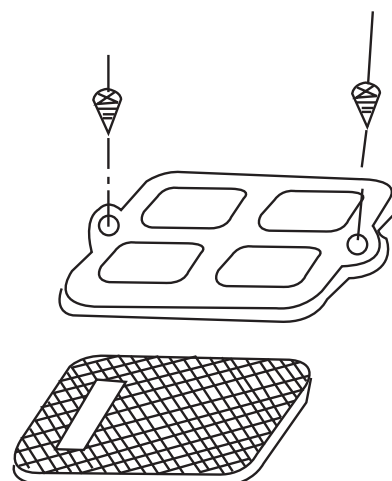

Bild 17: Geruchsfilterpads montieren
- Die neuen Pads der Packung entnehmen und in das zugehörige Gitter montieren (Bild 17).